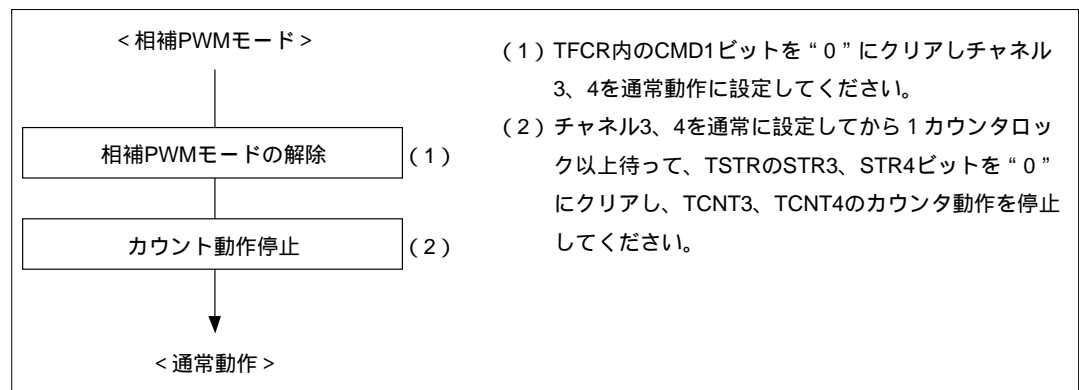

図 10.67 相補 PWM モードの解除方法
(13) 相補 PWM モードの解除手順
相補 PWM モードの解除手順を図 10.67 に示します。まず (1) タイマファンクションコントロールレジスタ(TFCR)のコンビネーションモード(CMD)1、0 ビットを“10”から“00”または“01”に再設定し、相補 PWM モードから通常動作モードにします。その後 (2) チャネル3、4で使用しているカウンタ入力クロックの1クロック以上待って、タイムスタートレジスタ(TSTR)のカウンタスタート(STR)3、4ビットをクリアしてチャンネル3、4のカウンタ TCNT3、TCNT4のカウンタ動作を停止してください。